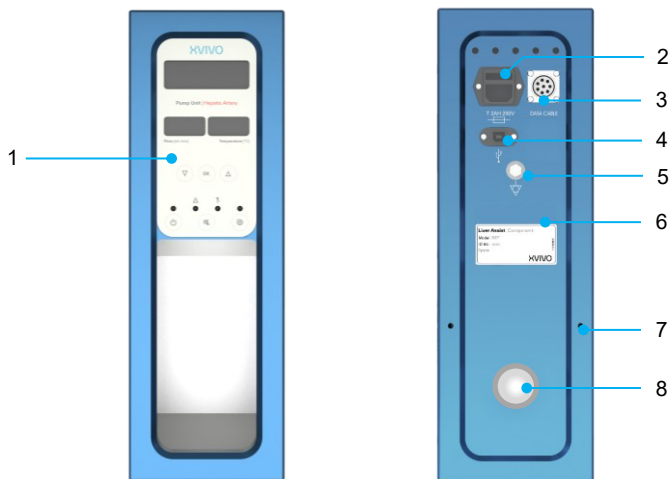
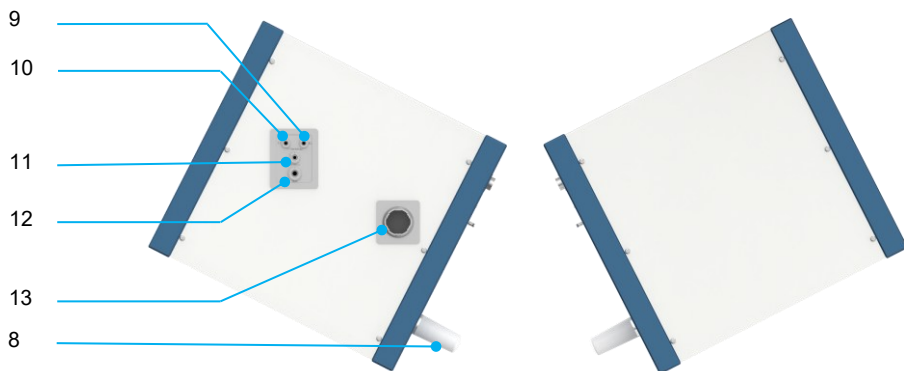

Figura 2 Vista frontal e traseira das unidades de bomba
Figura 3 Visão das laterais direita e esquerda das unidades de bomba
O Liver Assist contém duas unidades de bomba separadas (Figura 2 e Figura 3). Uma unidade de bomba para a perfusão da veia porta (VP) e outra para a perfusão da artéria hepática (AH). A bomba da veia porta (Figura 1, unidade à direita) opera em modo contínuo, com uma pressão que pode variar de 0 a 16 mmHg, de acordo com a configuração